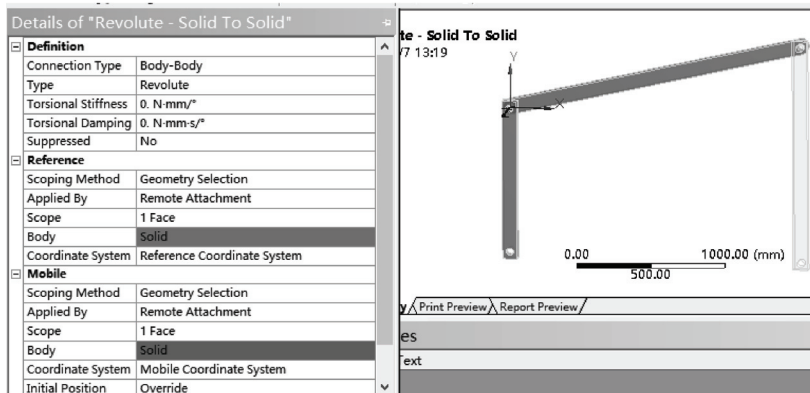

图 16-16 左臂与连杆连接结果
5) 按照上面的方法, 继续添加 Revolute 对象。设置 Revolute 对象的细节窗口如图 16-16 所示, 然后单击选择左边实体上部的孔, 并在细节窗口中的 Reference>Scope 中单击 Apply 按钮。然后单击连杆对应的孔, 并在细节窗口中的 Reference>Scope 中单击 Apply 按钮。